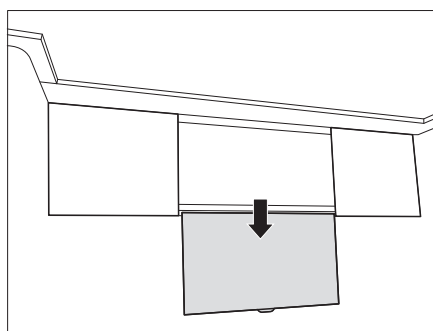

Bild 145 Flachbildschirm in unterer Stellung
- Flachbildschirm am Griff nach unten ziehen (Bild 145).